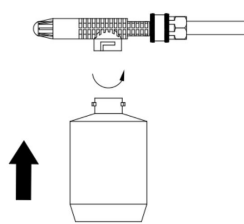

Fig.11
- Instale la botella en la boquilla de jabón como se muestra en la Fig. 11 & 12.